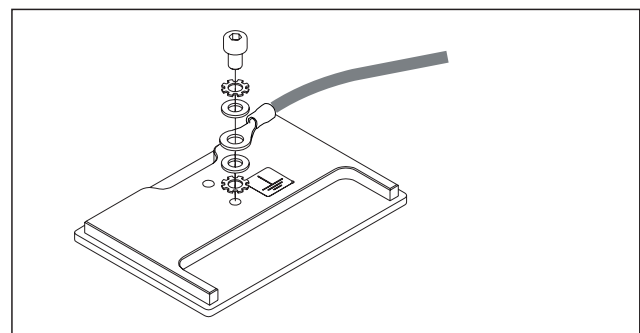

Abb. 11 Den Deckel erden
13. Bei zargenhoch den Deckel erden (siehe Abb. 11) und den Erdungspunkt des Deckels mit der jeweiligen Erdungsklemme im Grundprofil verbinden.